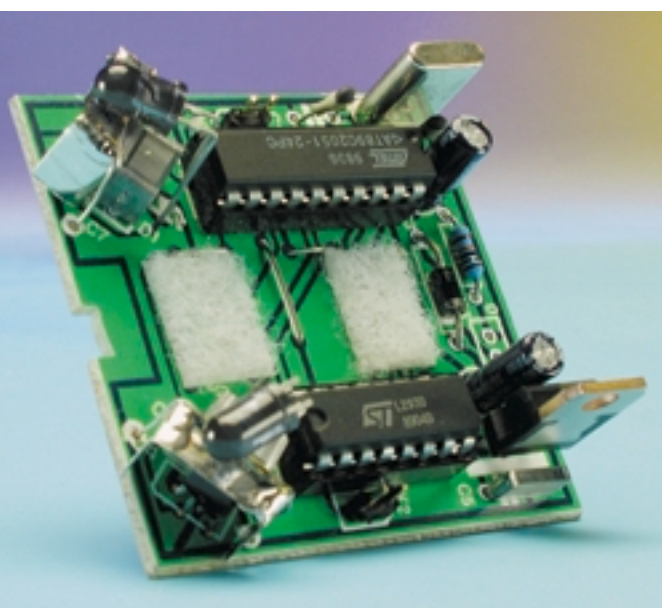

Figure 3. La réalisation de cette platine n'a vraiment rien de bien sorcier.
effet, si le capteur détecte en permanence la lumière (IR) émise par la LED il génère occasionnellement une fausse alarme. La **figure 3** montre un exemplaire terminé de la platine au coeur du Wobbel.